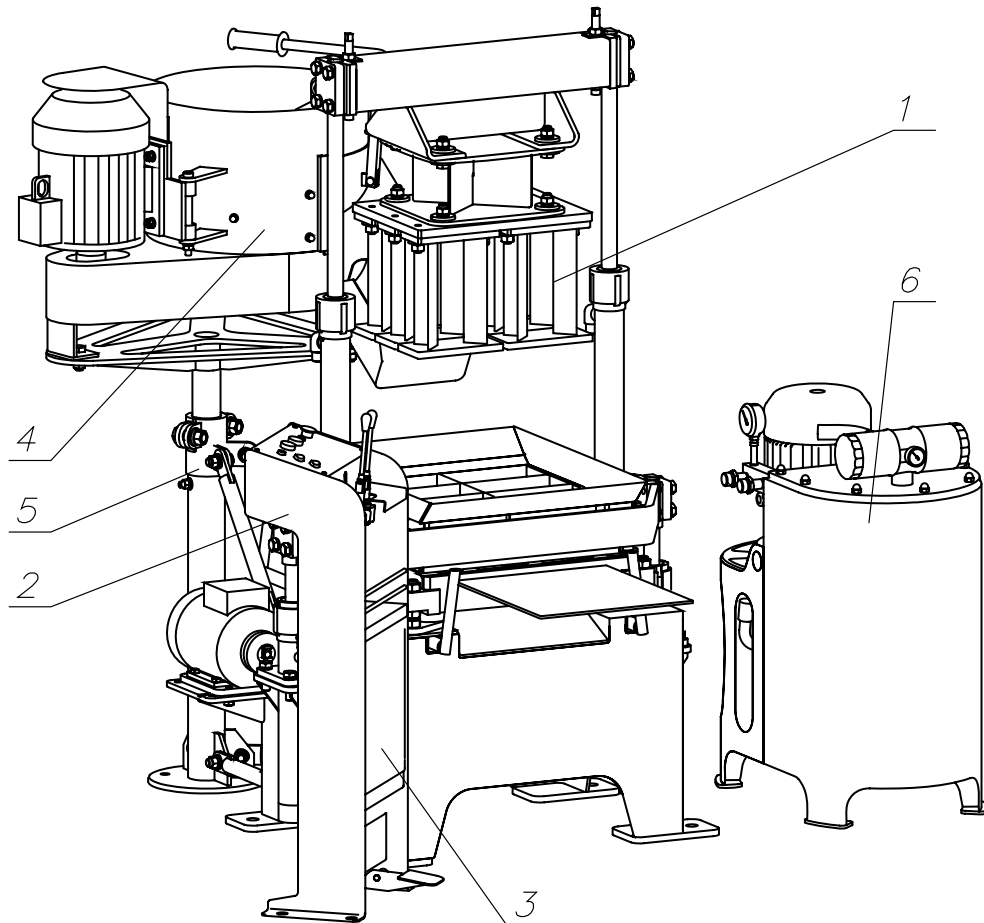
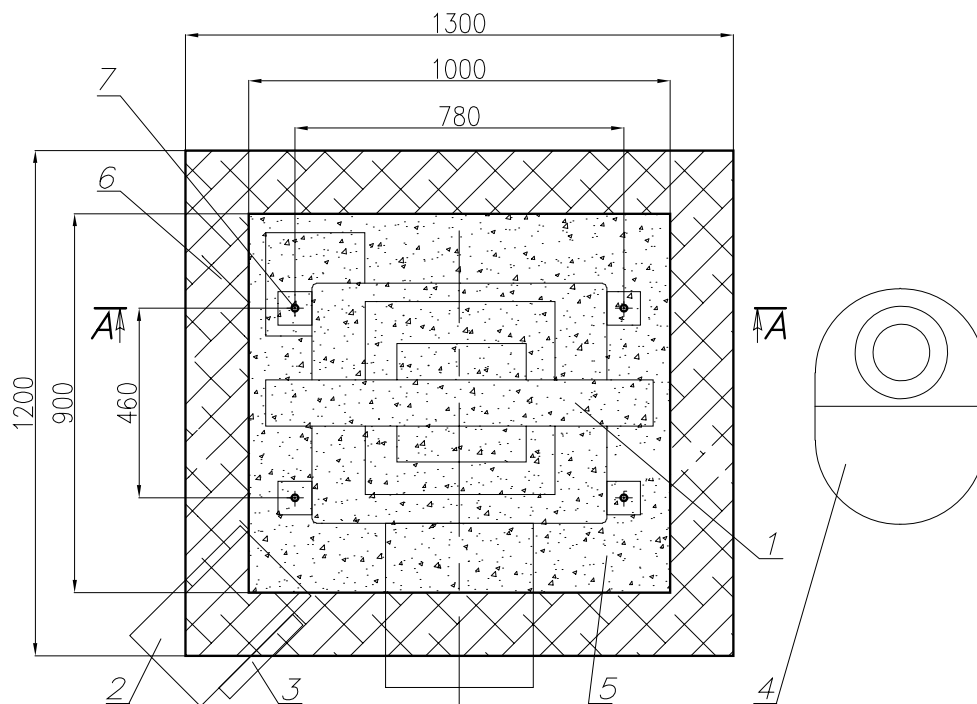

Рис. 1. Общая компоновка установки.
Рис. 13. План фундамента.
Установка "КОНДОР-1-40/220" (рис.1) состоит из вибропресса 1 с пультом управления 2 и электрошкафом 3, смесителя 4 с подставкой 5 и насосной установки 6.
3.1. Установка монтируется на виброизолированном фундаменте в соответствии с общей компоновкой, приведенной на рис. 1. План фундамента и координаты фундаментных болтов показаны на рис. 13.
3.2. Прежде, чем начать монтаж установки, необходимо выполнить виброизолированный фундамент по схеме приведенной на рис. 13, 14. Работать на вибропрессе можно только после того, как фундамент наберет 100% прочности (28 дней при температуре 20 °С и 100% влажности).
3.3. Установить вибропресс на рабочее место, рис. 1 и выровнять его в горизонтальной плоскости. Негоризонтальность не более 1 мм контролировать на опоре поддона 2 (рис. 2) по углам установки поддона. Выравнивание производить установкой металлических подкладок толщиной 0,5...1 мм под лапы станины.